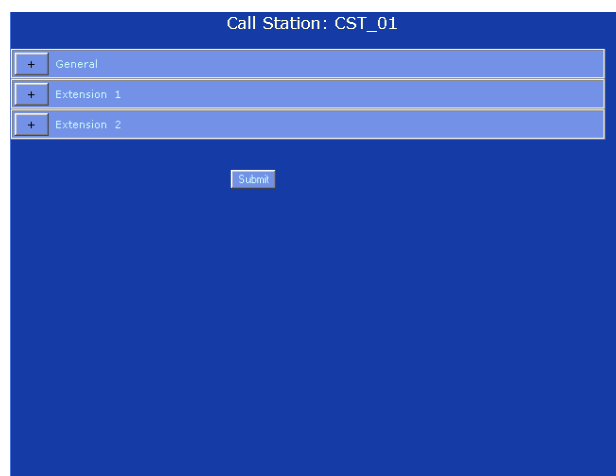

figura 36.15: Tasto *Call activation*, passaggio 2
- 2 Fare clic sul nome della postazione annunci alla quale è stato connesso il tastierino a cui appartiene il tasto che deve essere programmato. Nella cornice principale dell'interfaccia di rete, appare una schermata simile a quella di figura 36.15